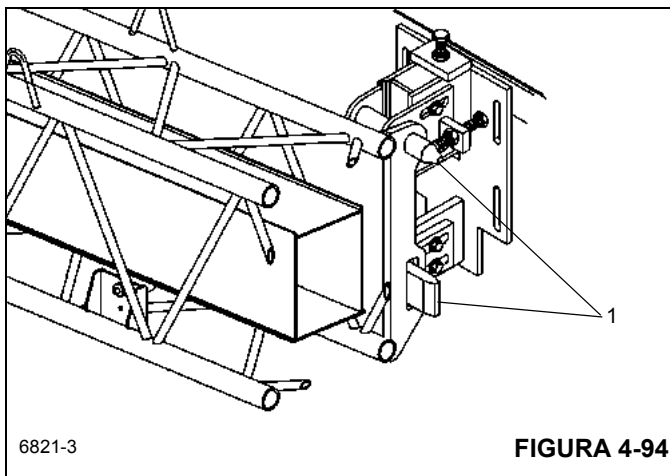
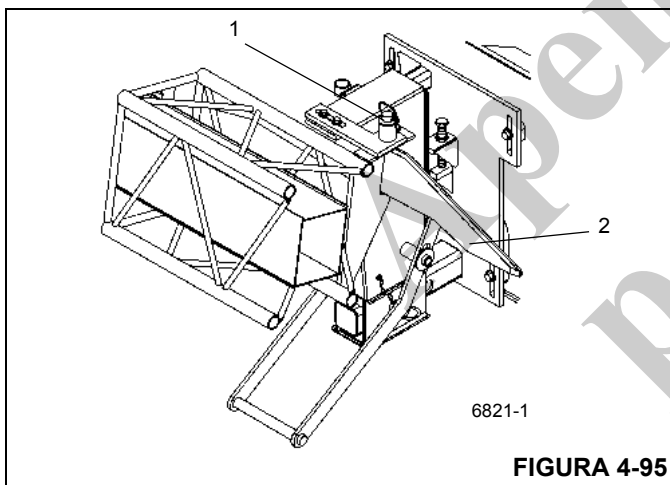

FIGURA 4-94
FIGURA 4-95
8. Estenda a lança aproximadamente de 51 a 64 cm (20 a 25 pol.). Verifique se os olhais de armazenamento da extensão da lança se alinham na frente dos pinos guia (Figura 4-94, 1) e sobem (Figura 4-95, 2) nos suportes de armazenamento quando a extensão da lança é posicionada ao lado da lança.
9. Verifique se de que o pino da presilha e o pino do engate (Figura 4-95, 1) foram removidos do suporte de armazenamento traseiro.
11. Alinhe as olhas de armazenamento da extensão da lança aos pinos de guia, fixe (Figura 4-95, 2) nos suportes de armazenamento e retraia totalmente a lança.
12. Instale o pino do engate e o pino da presilha (Figura 4-95, 1) que fixam a extensão da lança no suporte de armazenamento traseiro.